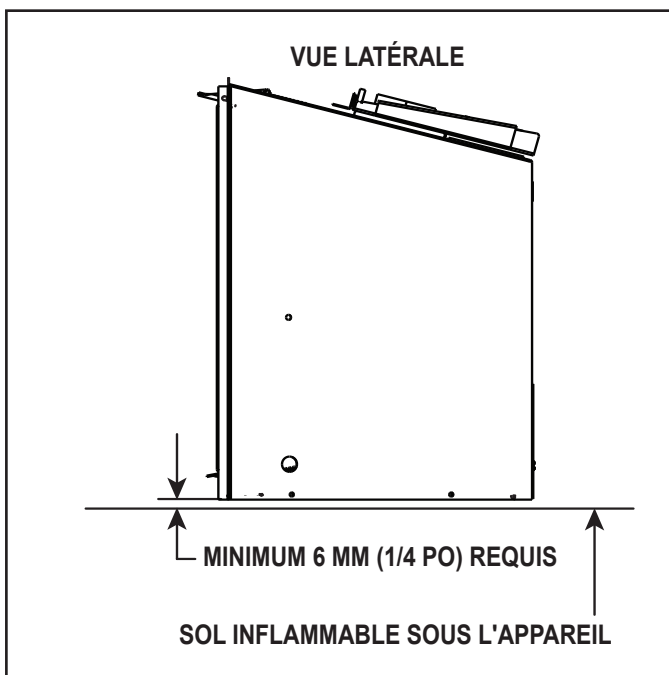

Figure 3.6 Dégagement pour le plancher de combustible solide
- Un espace minimal de 6,35 mm (1/4 po) entre le bas de l'appareil et le sol métallique de la boîte à feu pour combustible solide est **RECOMMANDÉ**. Voir la vue latérale à la figure 3.6.